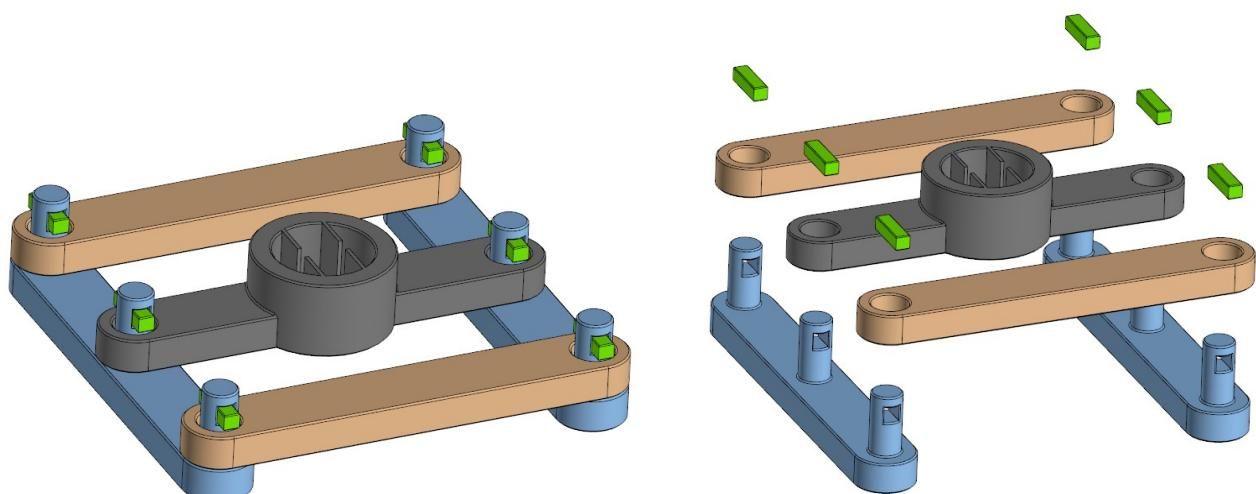

Рис.2 – Пример образца для 3D печати
- ✓ На детали «Держатель» (серая деталь на рис. 2) предусмотреть крепления карандаша/ручки, метод крепления произвольный;
- ✓ Диаметр цилиндров на направлявших (синие детали на рис. 2), выполнить в размере 5мм;